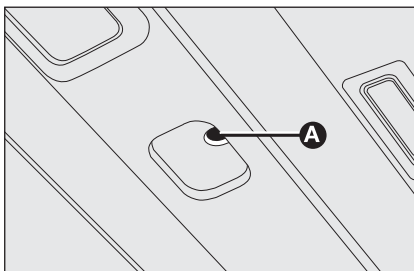

fig. 105
- ☐ introduire la clé en dotation dans le siège **A-fig. 105** et tourner: